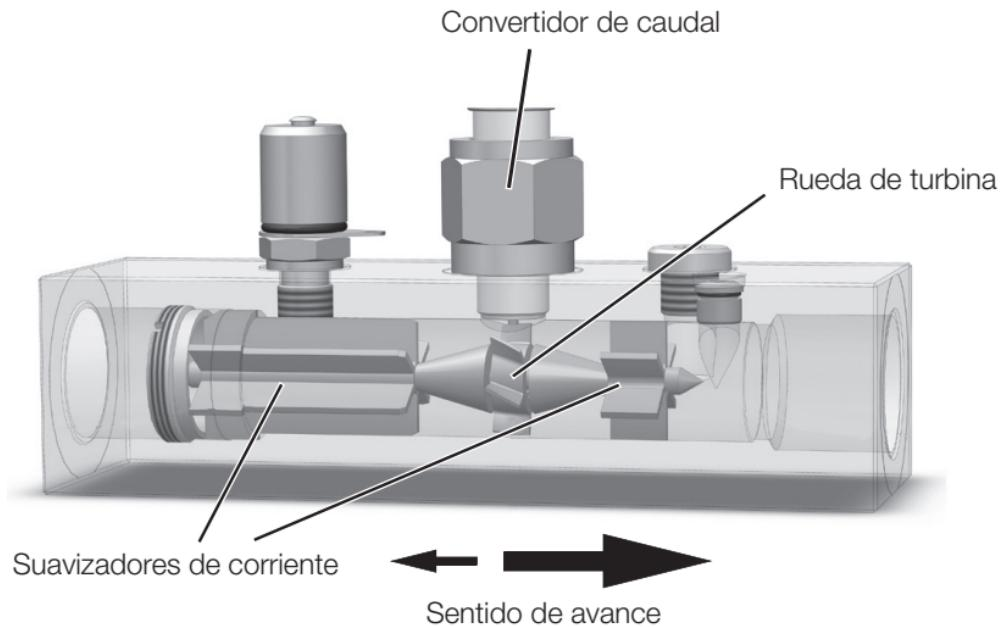

Fig. 2: Construcción y funcionamiento
-  ¡Jamás se debe desenroscar el convertidor de caudal (☞ Fig. 2 en la página 158) de la carcasa!
- ▶ ¡Jamás se debe torsionar ni desenroscar el convertidor de caudal (Fig. 2 en la página 158) de la carcasa!